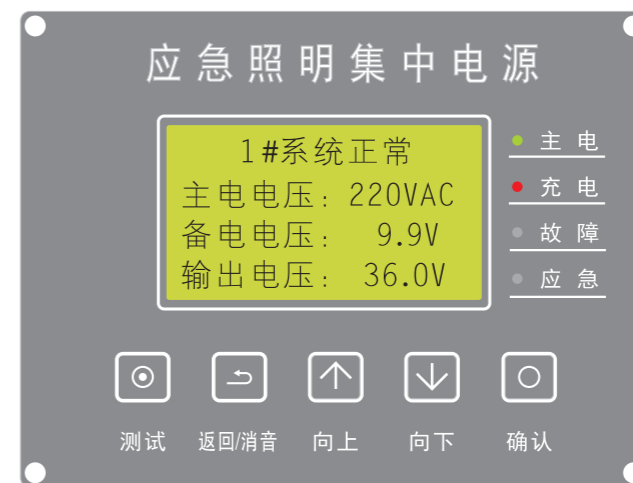

图5
(1)、系统正常: 在主屏时, 第一行显示设备当前地址与工作状态, 下面显示各项电压参数。显示屏右侧状态指示灯显示当前设备及系统状态, 如图5所示。
(6)、系统应急：当AC220V主电电源停电后，设备进入应急状态，显示屏显示【N#系统应急】应急状态指示灯点亮（如图11）；当主电恢复后，系统自动恢复至正常状态，同时电池自动进行充电，如图5所示。